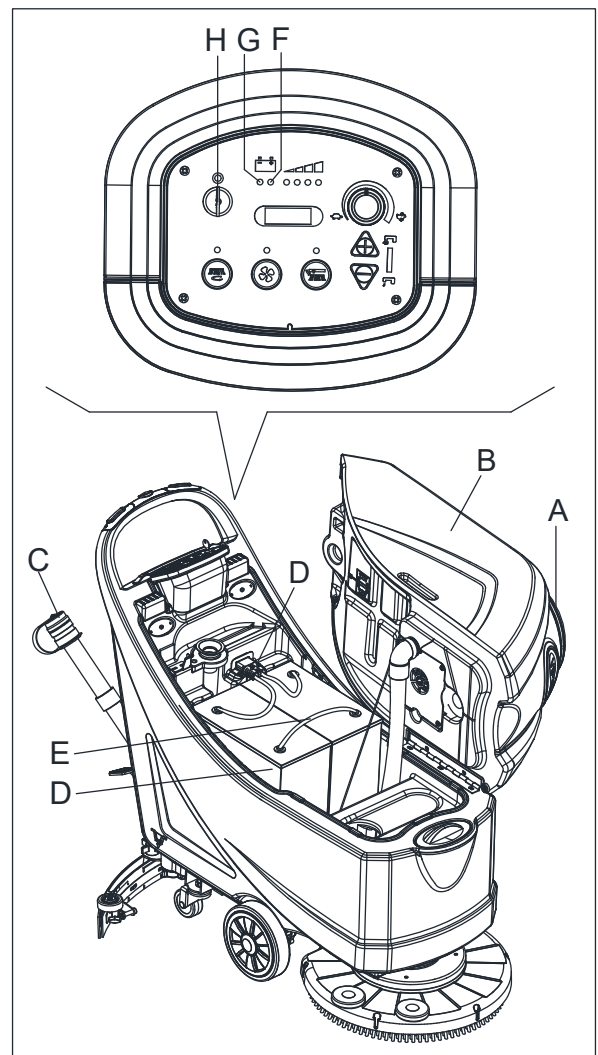

Abbildung 14
Laden Sie die Akkus auf, wenn die gelbe (F, Abb. 14) oder rote Kontrollleuchte (G) eingeschaltet ist, oder wenn die Reinigung beendet ist.
1. Öffnen Sie die Abdeckung (A, Abb. 14) und prüfen Sie, ob der Schmutzwassertank (B) leer ist, anderenfalls entleeren Sie ihn mit dem Ablaufschlauch (C).
3. Drehen Sie den Zündschlüssel (H) auf "0".
4. Heben Sie vorsichtig den Tank (B) an.
- Prüfen Sie den Elektrolytstand in den Batterien (D). Falls erforderlich, durch die Kappen (E) auffüllen.
- Lassen Sie alle Batterieabdeckung (E) offen für die nächste Befüllung.
- Falls erforderlich, reinigen Sie die Oberseite der Batterien (D).